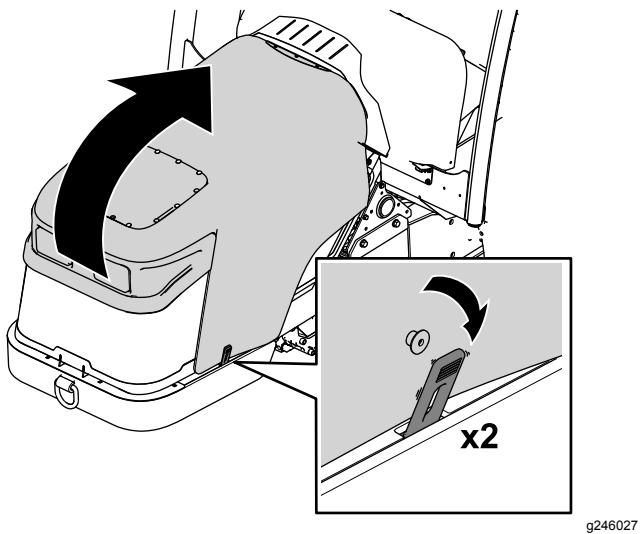

図 68
1. 機体両側でストラップを外す図 68。
2. フードを上げる図 68。